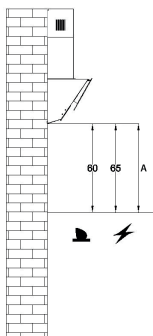
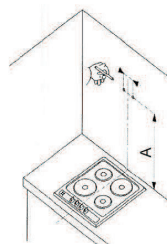

Рис. 4
Рис. 6
Если Вы используете газовую плиту или газовую поверхность, расстояние "А" между нижней частью вытяжки и поверхность для приготовления пищи должно составлять не менее 65 см, если электрическая не менее 60 см (Рис.4). Во время монтажных работ следует соблюдать действующее положение по отводу воздуха. Когда вытяжка используется одновременно с устройствами сжигания газа или другого топлива, в помещении должна быть надлежащая вентиляция.
- Приложите корпус вытяжки к стене (рис. 6), сохраняя минимальное 65 см для газовых и 60 см для электрических плит между нижним краем вытяжки и поверхностью для приготовления пищи на плите (рис. 4).